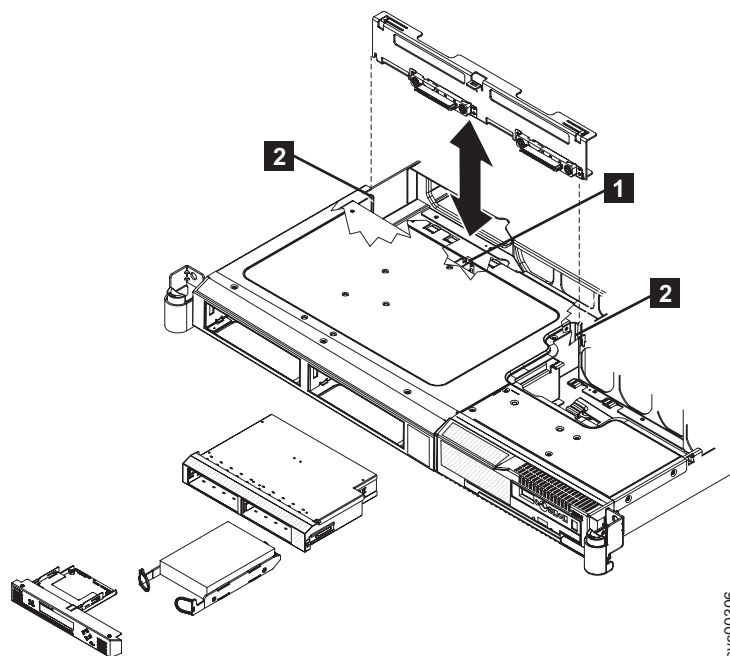

図 163. SAN ボリューム・コントローラー 2145-8G4の SATA ケーブル・アセンブリー (バック・プレート付き) を取り外す方法
8. 図 163 に示すように、ロック用タブ **1** を押して、ノードからバック・プレートを少し持ち上げます。電源ケーブルを取り外し、バック・プレートを取り外します。